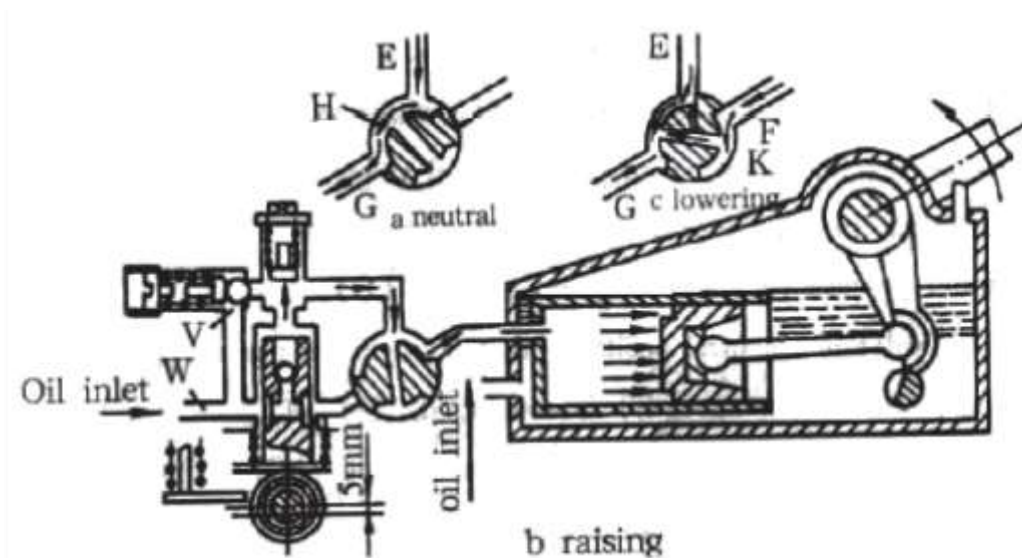

Рис. 3.29. Принцип работы гидравлической системы.
Контрольный клапан имеет 3 положения: опускания, поднимания и нейтральное (рис.3.29.) для управления потоком масла (Е), потоком цилиндра (F) и обратным потоком (G).